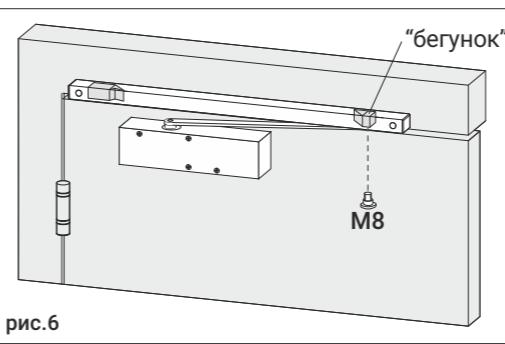

рис.6
- Надавив на скользящую тягу, соедините ее с "бегунком" в штанге винтом M8, рис.6. Таким образом обеспечивается преднатяг при установке.